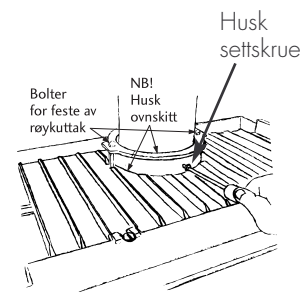

Fig. 2 Montering røykuttak
Dovre 2020 CB leveres med røykuttak på topp. For tilkobling til skorstein må benyttes buet knærør med 10° stigning. Dette er dreibart og sikrer grei og nøyaktig innføring i skorsteinen (fig 2). For montering av skorstein se monteringsveiledning for den aktuelle skorstein.
NB! Husk ovnskitt ved montering av røykrør og røykuttak fra peis! Falsk luft i sammenføyninger kan påvirke peisinnsetningens funksjon (Se fig. 2).
5. Når det er tatt hull i skorsteinen og innmuringsstuss er montert, settes røykrøret på plass. Etter å ha dreid røykrøret i riktig stilling for røykrørinnføringen festes røykrøret med en skrue til røykuttaket til peisen. Husk ovnskitt. (se fig. 2).